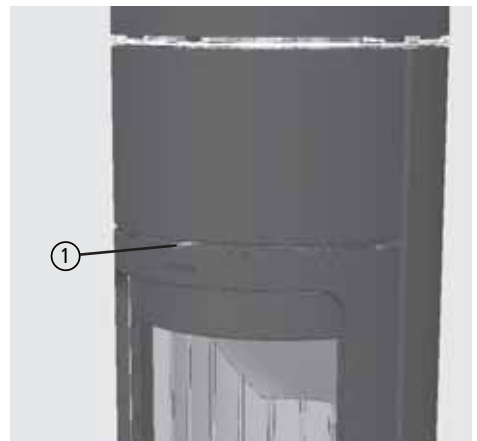

Abb. 4.12 NOVIA W, Umlenkschieber, Bedienhebel
Die Bedienung des Umlenkschiebers erfolgt über den Bedienhebel ① mittig über der Feuertür (siehe Abb. 4.12).